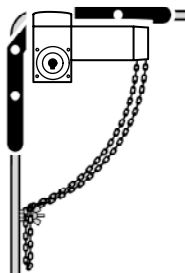

Figure 10
- On doit suspendre la chaîne librement et ne pas l'étirer (Fig. 10).